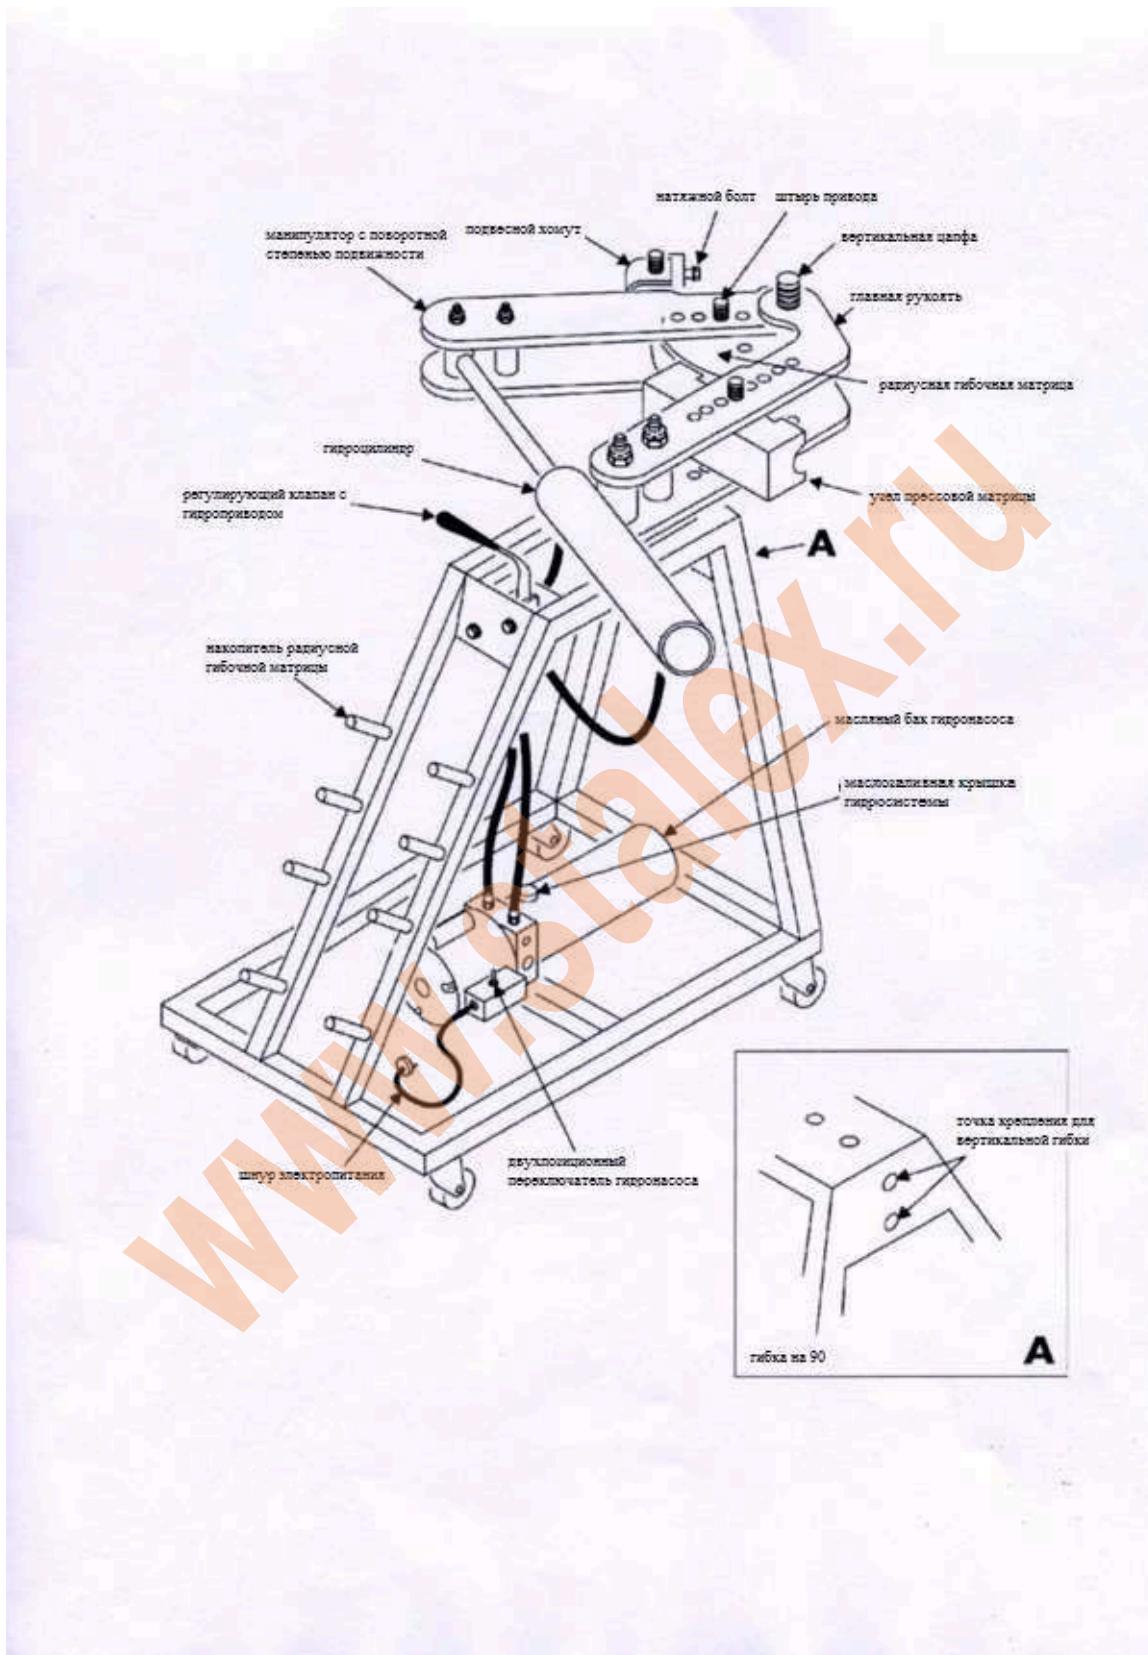

Рисунок 1. Общий вид гибочной машины
4. Используйте регулирующий клапан (вниз для расширения и вверх для сжатия), запустите цилиндр гибочной машины несколько раз, добавляя оставшуюся 1/2 галлона гидравлического масла. Бак вмещает ровно 1 галлон гидравлического масла. См. рисунок 1.